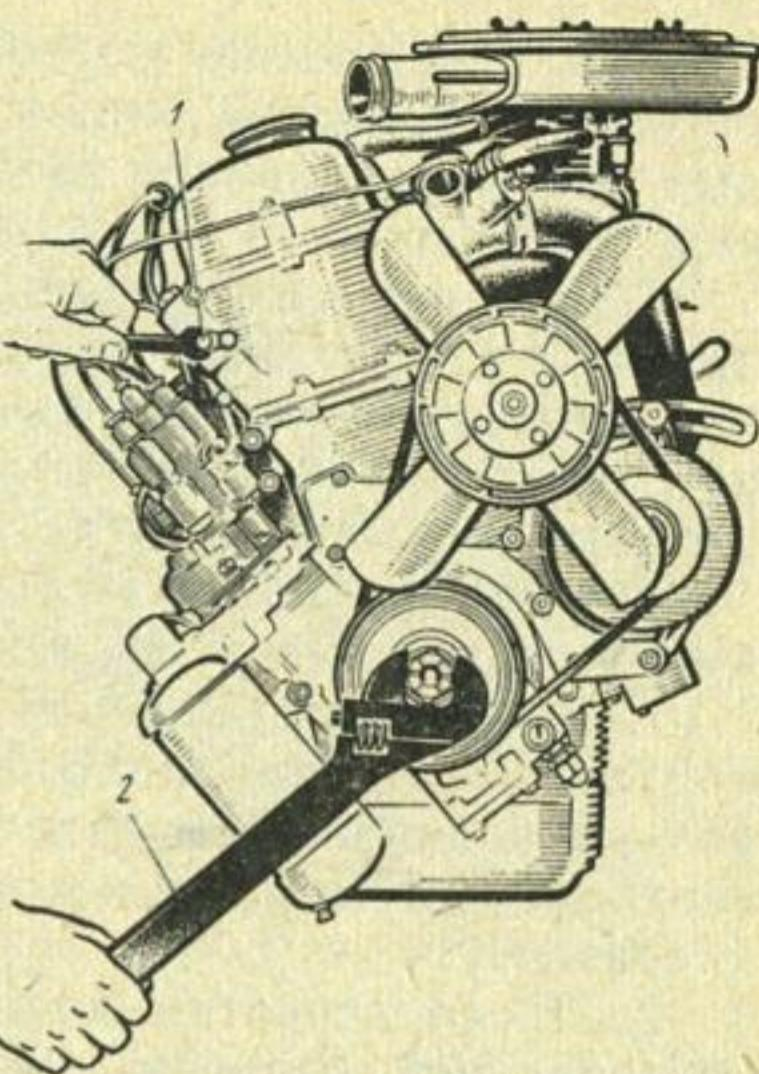

Рис. 8. Регулировка натяжения цепи привода механизма газораспределения:
1. Отпустите гаечным ключом 12 мм стопорный болт 1 (рис. 8) на $\frac{1}{2}$ — $\frac{2}{3}$ оборота. При этом плунжер освобождается и под воздействием пружины оказывает давление на рычаг с натяжным роликом, восстановливая натяжение цепи.